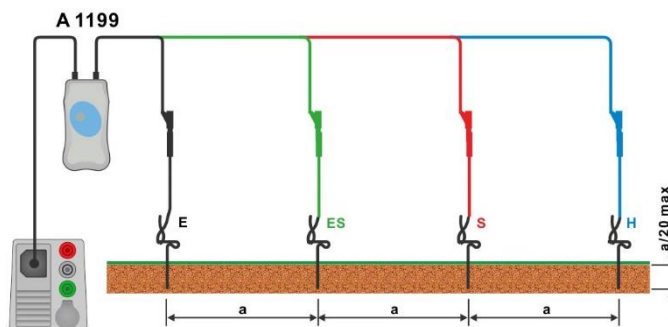

Abbildung 7.96: Messung des Spezifischen Erdwiderstands
- › Schließen Sie die Prüfleitungen am Prüfling an (siehe und **Abbildung 7.96**).